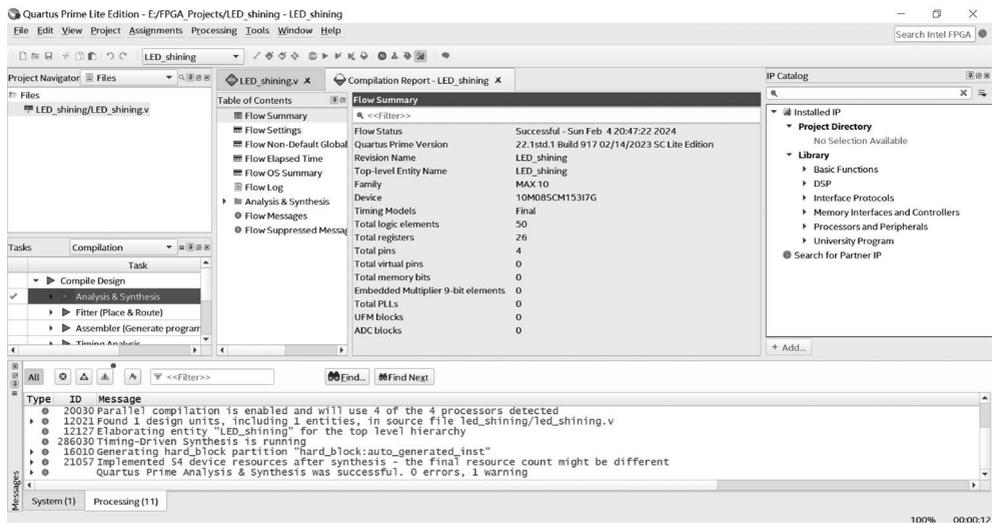

图 3.39 Quartus Prime 综合完成显示综合结果页面
(2) Quartus 软件会完成分析综合,若设计没有问题,综合 Tasks 栏中 Analysis & Synthesis 会变成深色,同时左侧出现对勾。Quartus Prime 综合完成显示综合结果页面如图 3.39 所示。